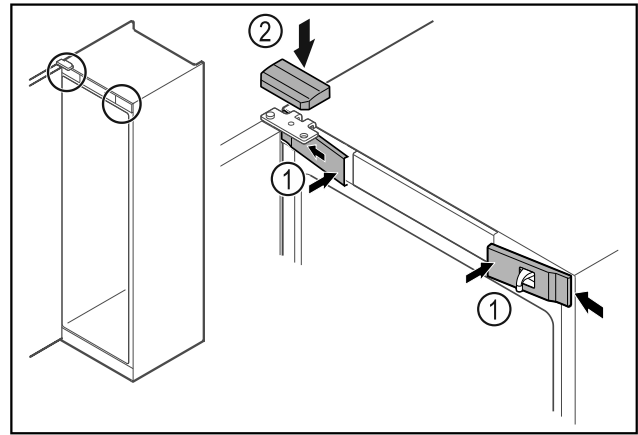

Fig. 47
- ▶ Agganciare le coperture anteriori Fig. 47 (1) di lato e innestarle.
- ▶ Innestare la copertura superiore Fig. 47 (2) dall'alto.